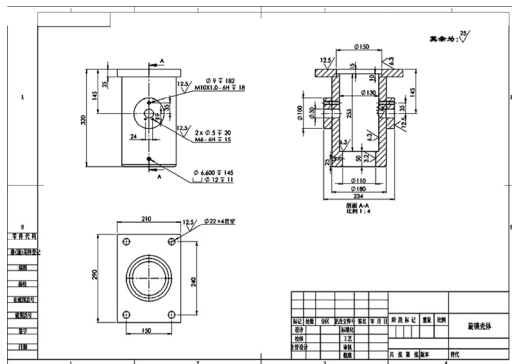

图 7-105 添加所有其他粗糙度标注
STEP 8 通过与 **STEP 7** 相同的操作, 在图 7-105 所示位置为工程图标注其他需要标注的表面粗糙度。